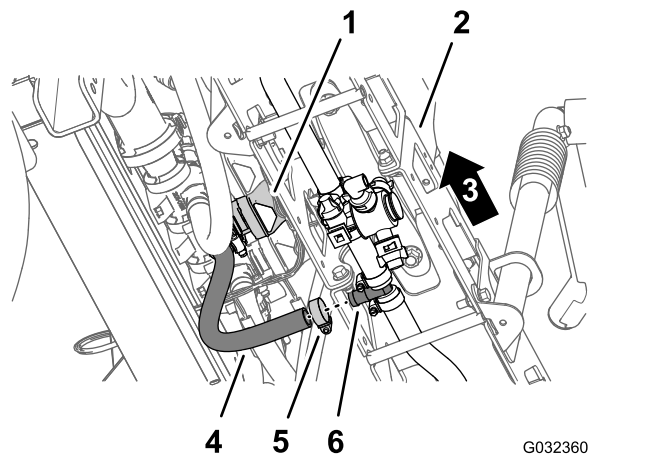

Рисунок 48
5. Под средней секцией стрелы снимите шланговый хомут, который крепит шланг подачи секции стрелы к тройнику типа «елочка» (Рисунок 48).